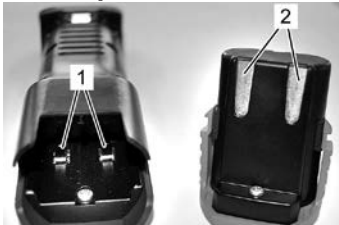

Afb. 10
3. Plaats de scheermachine met de ingezette batterij in de oplader, zodat de bovenkant van de scheermachine naar u is gericht en de contacten van het apparaat op de contacten van de oplader rusten. De bovenkant van het apparaat is het deel met de schakelaar (Afb. 10).